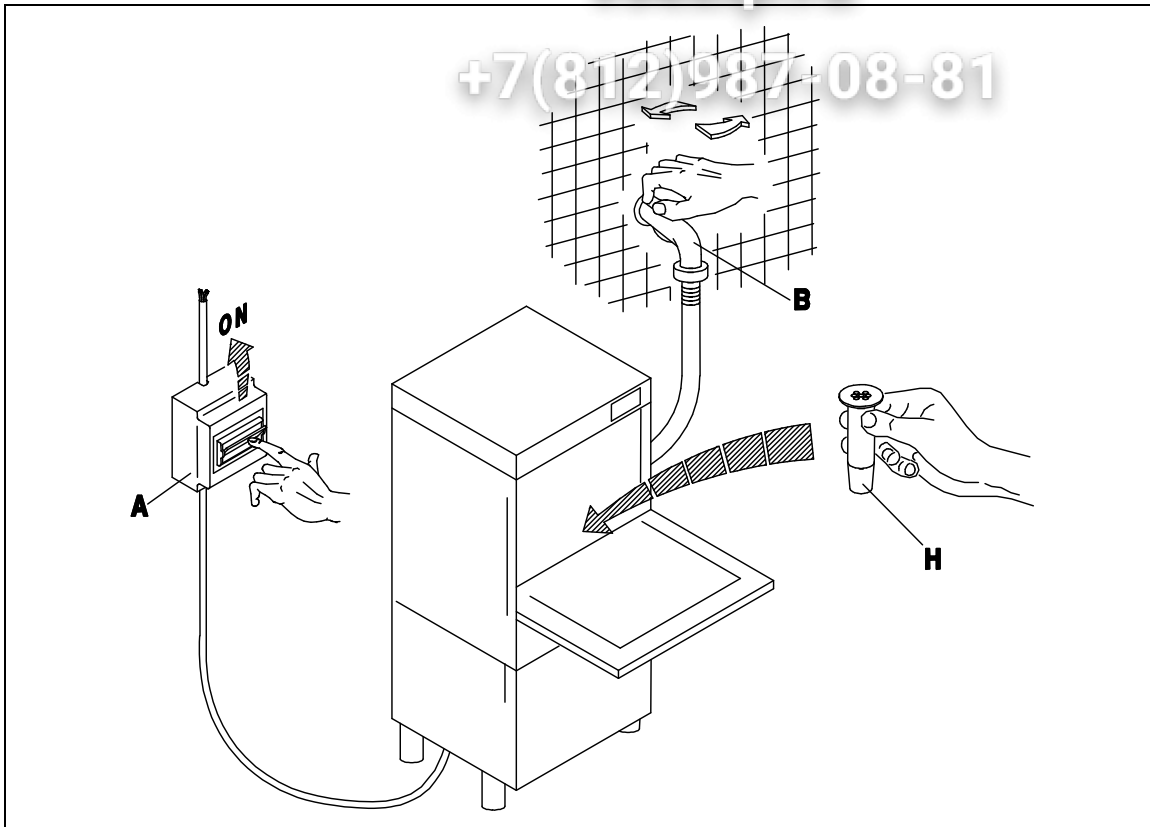

Fig. 3-1
- Aprire il rubinetto dell'acqua (B), inserire l'interruttore generale (A). Attivare l'interruttore principale dell'apparecchio (1), ne conseguirà l'accensione della spia (A) evidenziando che la macchina è sottoposta a tensione. A porta chiusa l'apparecchio si riempie d'acqua e alla fine del carico, si inseriscono automaticamente le resistenze della vasca e del boiler. Il funzionamento delle resistenze è reso visibile dall'accensione delle spie (D) ed (E). Quando entrambe le spie si spengono l'acqua avrà raggiunto le temperature impostate e l'apparecchio sarà pronto per iniziare il lavaggio. (fig. 3-1÷3-2)
- Turn on the water tap (B) and switch on the master switch (A). Turn the appliance ON switch (1), which will cause the warning light (A) to illuminate, indicating that the machine is live. When the door is closed the appliance fills with water. When it is full, the tub and boiler heating elements come on automatically. When the elements are activated, the warning lights (D) and (E) are illuminated. When both warning lights go out the water has reached the set temperature and the appliance is ready to begin the washing cycle. (fig. 3-1÷3-2)
- Öffnen Sie den Wasserhahn (B) und betätigen Sie den Hauptschalter (A). Beim Betätigen des Schalters (1) am Gläserspüler wird die Anzeige (A) aufleuchten, an der Sie erkennen können, daß die Maschine unter Spannung steht. Bei geschlossener Tür läuft Wasser in die Maschine; ist die nötige Wassermenge einmal erreicht, so schalten die Widerstände des Spülbehälter und des Boilers automatisch ein. Der Betrieb der Widerstände wird durch das Aufleuchten der Anzeigen (D) und (E) erkennbar. Beide Leuchtanzeigen erlöschen, wenn das Wasser eine vorbestimmte Temperatur erreicht hat, d. h. wenn der Gläserspüler betriebsbereit ist. (fig. 3-1÷3-2)
- Ouvrir le robinet (B) et insérer l'interrupteur général (A). Ouvrir l'interrupteur principal de l'appareil (1), le voyant (A) s'allumera ce qui signifie que la machine est branchée. L'appareil se remplit d'eau avec porte fermée et à la fin du chargement les éléments chauffants de la cuve et du boiler entrent automatiquement en action. Les voyants (D) et (E) s'allument quand les éléments chauffants fonctionnent. Les deux voyants s'éteignent dès que l'eau a atteint la température programmée et l'appareil est prêt pour commencer le lavage. (fig. 3-1÷3-2)
- Abrir el grifo del agua (B), conectar el interruptor general (A). Activar el interruptor principal del aparato (1); el encendido de la luz testigo (A) indica que la máquina está en tensión. Con puerta cerrada el aparato se llena de agua y cuando la carga esté terminada se conectarán automáticamente las resistencias del tanque y de la caldera. El funcionamiento de las resistencias es señalado por el encendido de las luces indicadores (D) y (E). Cuando ambas luces se apaguen, el agua habrá alcanzado la temperatura programada y el aparato estará listo para empezar el lavado. (fig. 3-1÷3-2)
- A riempimento avvenuto, aprire la porta (I) e introdurre il detersivo (ca. 2 gr. per litro di capacità della vasca). Inserire il cesto (L) carico e chiudere la porta (I). Selezionare il ciclo di lavaggio inserendo il pulsante (4) ciclo breve (tasto premuto) ÷ ciclo lungo (tasto rilasciato). A questo punto premere il pulsante START (3) (almeno per 2 secondi) e avrà inizio il ciclo di lavoro visualizzato dalla lampada spia (C): la fine del ciclo coincide con lo spegnimento di questa spia. Per spegnere la macchina si dovrà disinserire l'interruttore (1) portandolo nella posizione (0) spia (A) spenta. (Fig.3-1÷3-3).
- Lorsque le remplissage est terminé, ouvrir la porte (I) et verser le détersif (environ 2 g pour chaque litre remplissant la cuve). Introduire le panier (L) plein et fermer la porte (I). Sélectionner ensuite le cycle de lavage en actionnant le bouton-poussoir (4) cycle court (touche enfoncée) ÷ cycle long (touche relâchée). A ce stade, presser le bouton-poussoir START (3) (au moins 2 secondes) et le cycle de fonctionnement commencera, visualisé par la lampe-témoin (C). La fin du cycle coïncide avec l'extinction de ce voyant. Pour arrêter la machine, il faudra débrancher l'interrupteur (1) en le ramenant sur la position (0): lampe-témoin (A). (Fig.3-1÷3-3).
- Después del llenado, abra la puerta (I) y vierta el detergente (2 gramos aproximadamente por litro de capacidad de la cuba). Introduzca el cesto (L) carga y cierre la puerta (I). Seleccione el ciclo de lavado por medio del selector (4) ciclo breve (tecla pulsada) ÷ ciclo largo (tecla soltada). Pulse ahora START (3) (al menos durante 2 segundos) para arrancar el ciclo de trabajo: se enciende la luz testigo (C), que se apagará al final del ciclo. Para apagar la máquina desconecte el interruptor (1) posición 0, luz testigo (A) apagada. (Fig.3-1÷3-3).